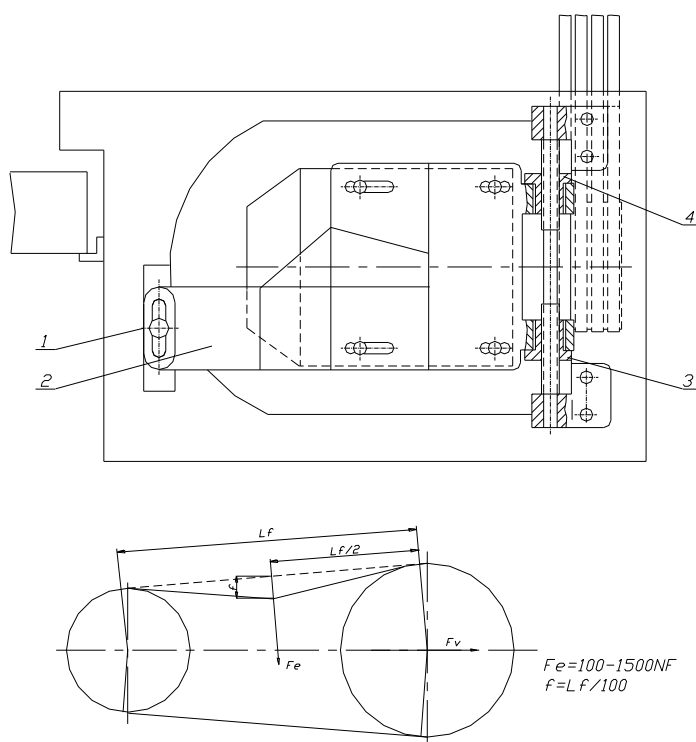

Рис.6-13. Наладка натяжения ремней главного привода
6.2.13 НАЛАДКА РЕМНЕЙ ГЛАВНОГО ПРИВОДА (см.Рис.6-13)